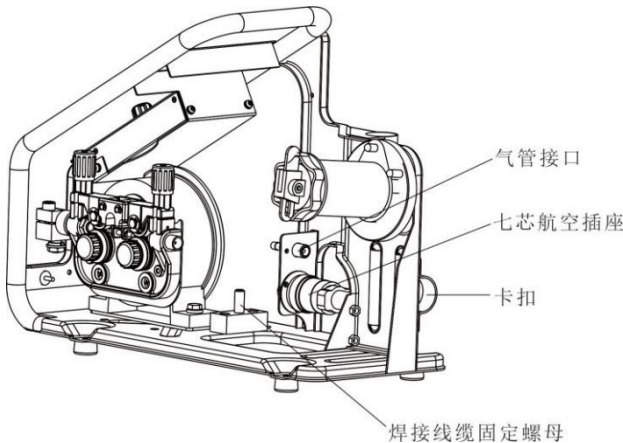

图2-4 送丝机接线示意图
- 1. 用送丝机尾部卡扣将七芯控制电缆、气管和正极输出焊接电缆固定，如图 2-4 所示；